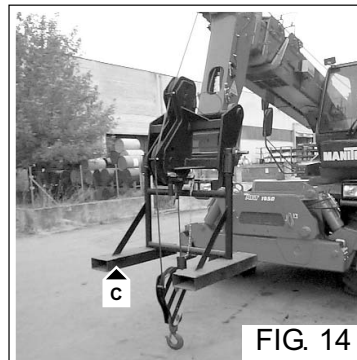

FIG. 14
- Selezionare sul sistema di sicurezza la corretta posizione di lavoro per l'argano sul braccio della macchina e togliere il supporto delle pulegge guida fune (Fig. 14 - Rif. C).
- Select on the safety system the correct operating position for the winch on the machine boom and remove the rope guide pulley support (Fig. 14 - Ref. C).
- Am Sicherheitssystem die richtige Arbeitsstellung für die Winde am Maschinenausleger wählen und den Träger der Seilführungs-Riemenscheiben (Abb. 14 - Buchst. C) entfernen.